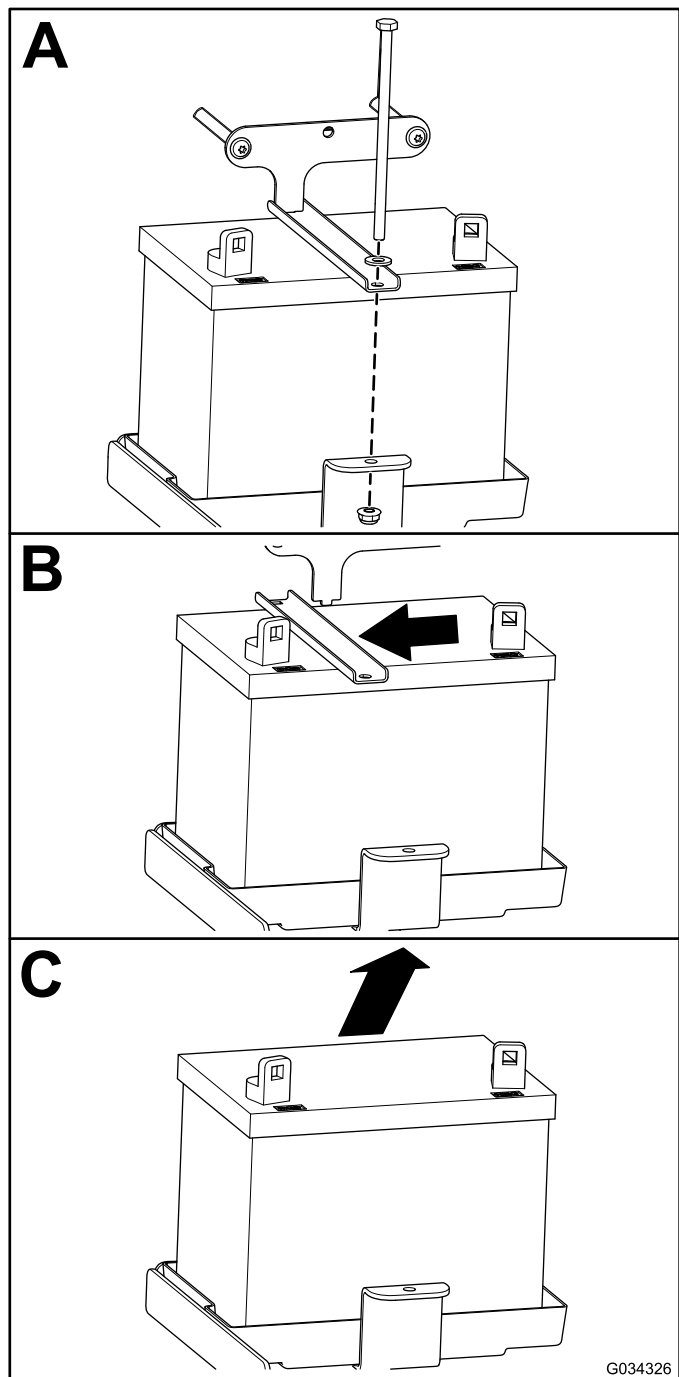

Figure 48
2. Déposez la batterie comme montré à la Figure 48.